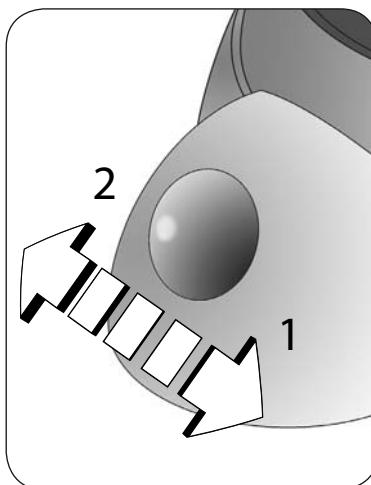

Fig. 3
Premere il pulsante di accensione (I) in posizione 1 (Fig. 3). Si accenderà la spia luminosa ad indicare che la macchina è accesa ed in funzione.
Dopo qualche minuto il caffè comincerà ad uscire. Attendere che il caffè sia completamente uscito. Premere il pulsante di accensione (I) in posizione 2 (Fig. 3) per spegnere la macchina.
Se la macchina è accesa ma non viene utilizzata, dopo circa 30 minuti interviene la funzione di autospegnimento. Questa funzione mette in standby la macchina. La spia del pulsante di accensione (I) è spenta. Per riaccendere la macchina premere il pulsante di accensione (I) per riportarlo nella posizione 2 e successivamente premerlo per portarlo in posizione 1 (Fig. 3). A questo punto la spia del pulsante di accensione si accende e la macchina sarà nuovamente in funzione.